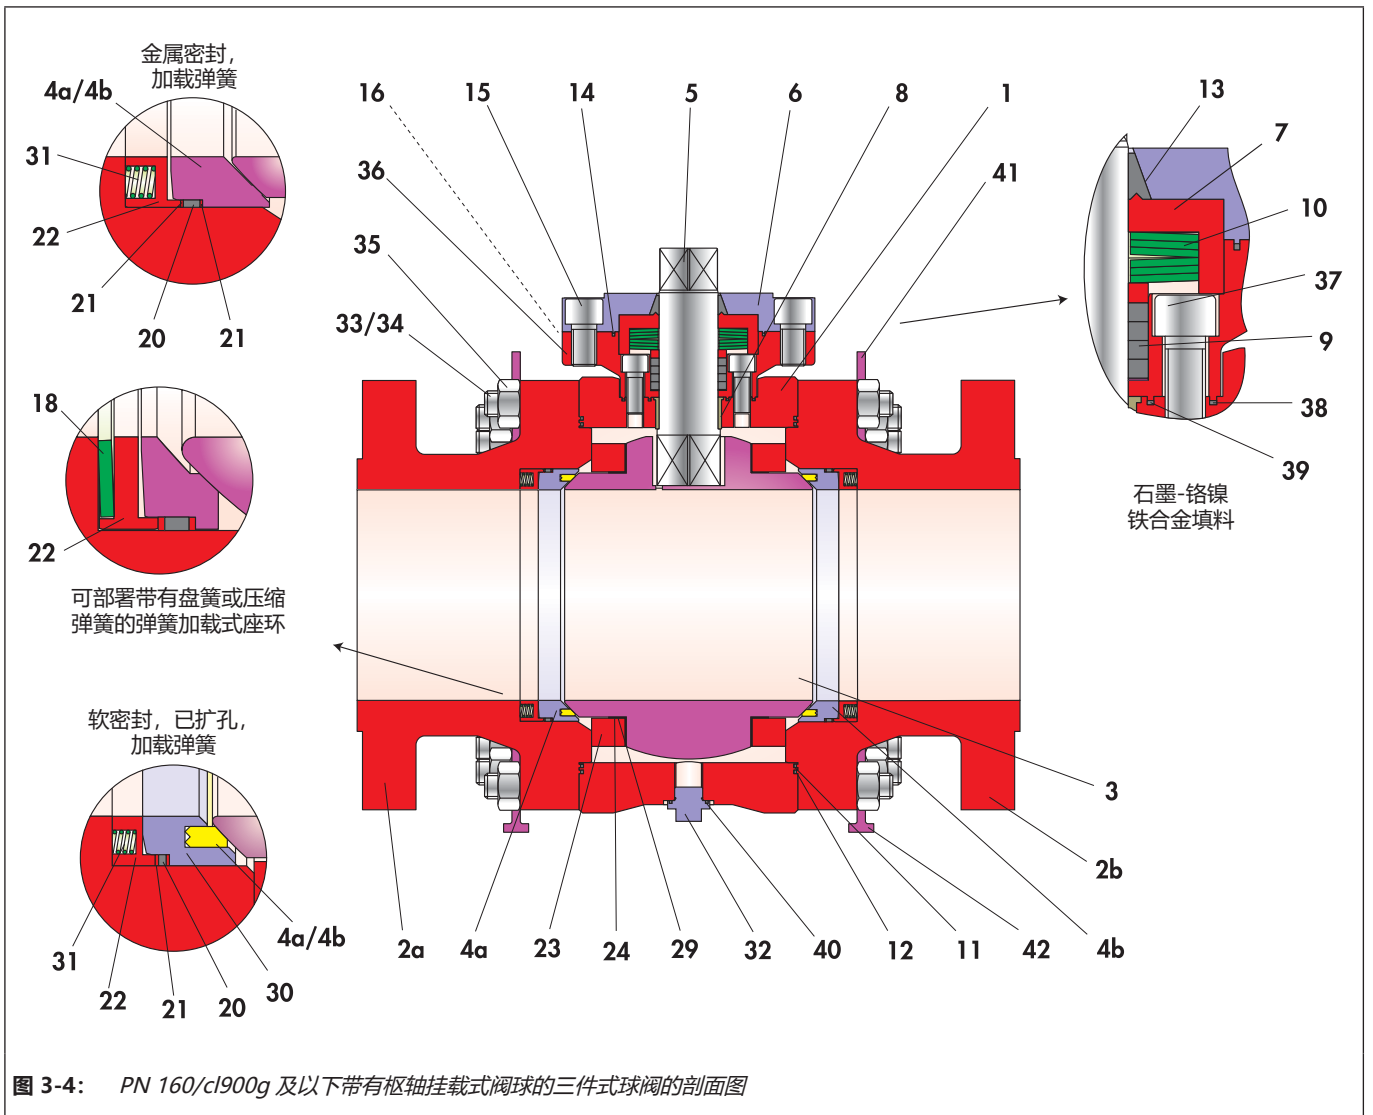

图 3-4: PN 160/cI900g 及以下带有枢轴挂载式阀球的三件式球阀的剖面图
在组装期间必须遵守图 3-4 中所示各个部件的位置和排布。
- ⇒ 以轻微旋转运动推动 V 形环填料或石墨填料 (9) 经过预组装控制轴 (5)，并将其插入阀盖法兰 (36) 的填料空间。有关 V 形环的排布，请参见图 3-4。
- ⇒ 将盘簧组 (10) 放在填料 (9) 上。有关盘簧的排布，请参见图 3-4。
- ⇒ 推动衬套 (7) 经过控制轴 (5)，以使其停靠在盘簧 (10) 上并将其居中。
- ⇒ 小心向上推动碳石墨环 (13) 经过控制轴 (5)，直抵衬套 (7)。
- ⇒ 将碳石墨环 (14) 插入填料箱法兰 (6) 的沟槽。
- ⇒ 将填料箱法兰 (6) 穿过控制轴 (5) 放到主阀体 (1) 上。
- ⇒ 轻轻润滑螺钉 (15)。
- ⇒ 用螺钉 (15) 调整填料箱法兰 (6)。